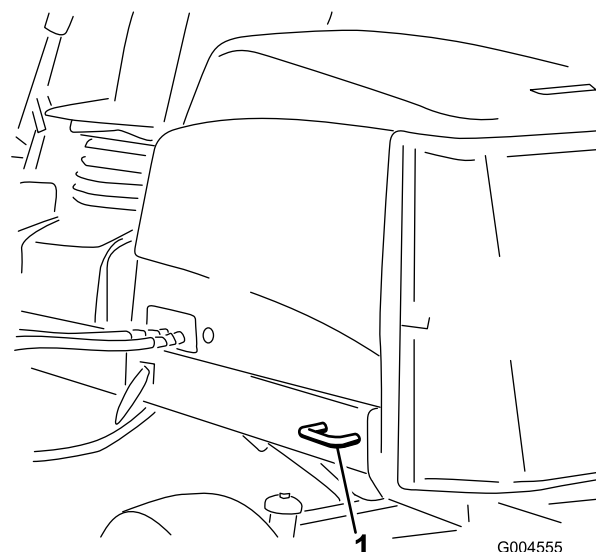

Рисунок 23
- **Задняя часть машины** — с каждой стороны машины на задней раме (Рисунок 23).